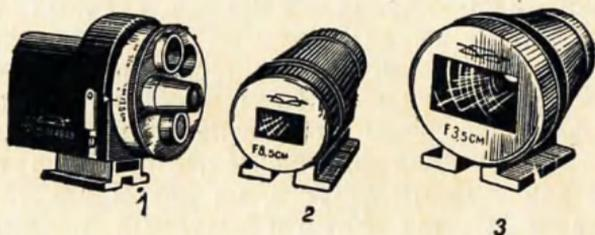

Рис. 10. Дополнительные видоискатели для сменных объективов:
**Сменные видоискатели.** Вмонтированный видоискатель рассчитан на основной объектив фотоаппарата и согласован с углом изображения этого объектива, поэтому при съемке с каким-либо сменным объективом необходимо применять и соответствующий этому объективу сменный видоискатель. Такие видоискатели (рис. 10, 2, 3) под шифрованным названием — «ВИ» (видоискатель индивидуальный) — выпускаются для всех сменных
объективов. Если же вы решите приобрести несколько различных сменных объективов, то целесообразно купить универсальный видоискатель «ВУ», рассчитанный на все сменные объективы малоформатных камер (рис. 10, 1).